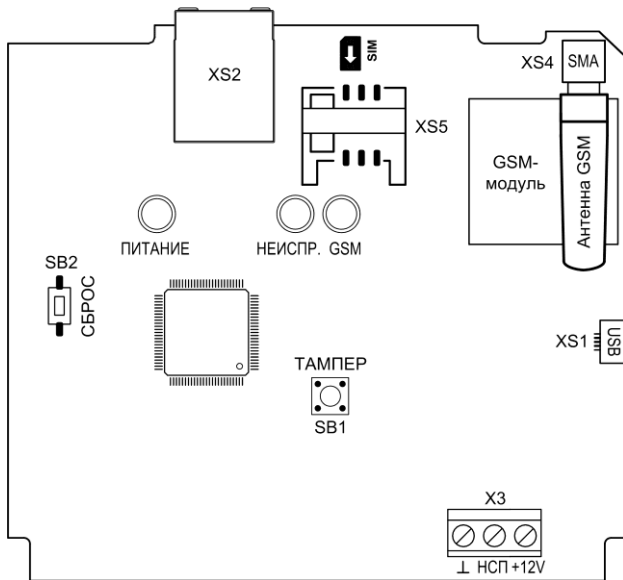
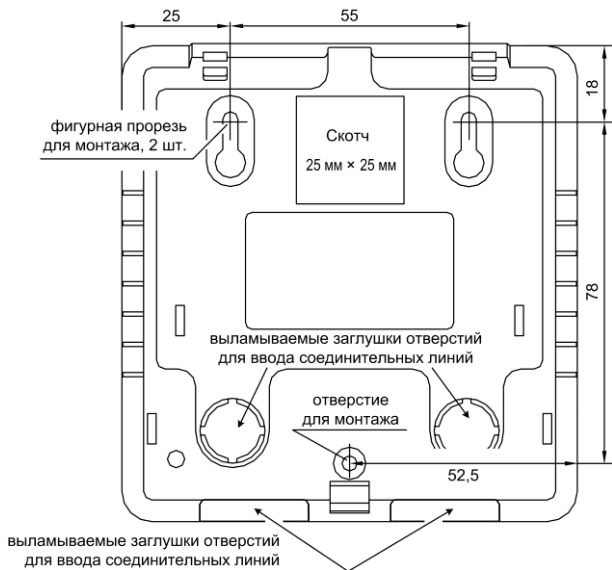

Рис.1 Плата ретранслятора
Рис.2 Задняя стенка. Расположение отверстий для монтажа.
Электропитание ретранслятора должно осуществляться от внешнего резервированного источника питания (далее – РИП) и через вход microUSB (основной и резервный вводы электропитания). Для подключения РИП предназначен клеммник «+12V» (X3) на плате ретранслятора (рис.1). Входные клеммы «+12V» и «L» предназначены для подключения напряжения +12 В, клеммы «НСП» (неисправность) и «L» – для подключения выхода «Неисправность» РИП, схема подключения – см. рис.А1. Отсутствие «земли» на клемме «НСП» воспринимается прибором как состояние «Неисправность РИП».
Конструктивно прибор состоит из крышки с панелью индикации, основания и платы (рис.1). Крышка и плата крепятся на основании при помощи защёлки. В основании предусмотрены отверстия для монтажа и выламываемые заглушки отверстий для ввода соединительных линий (рис.2).
На плате ретранслятора (рис.1) расположены:
2. Убедитесь, что антенна GSM установлена или установите антенну (рис.1).